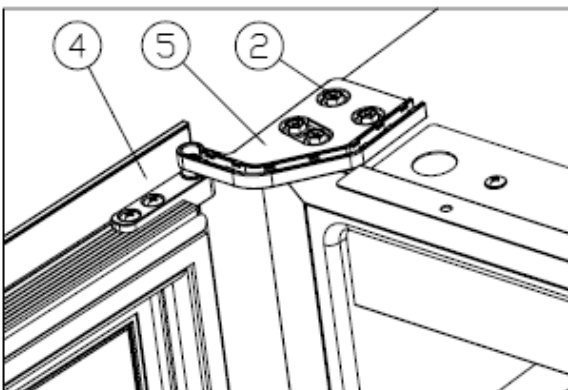

Figure 6
Girare la porta (4) di 180 gradi, inserire la cerniera in basso a destra (5), avvitare le viti M5\*16 (2). [Figure 6]